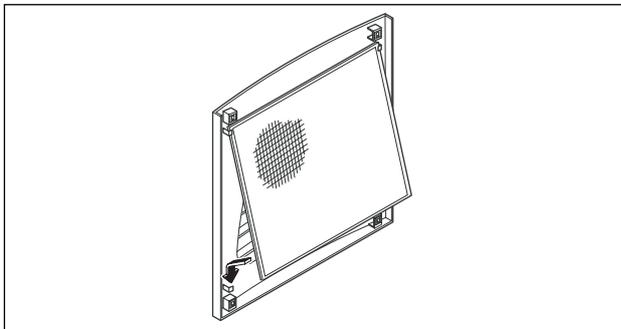

Fig. 24: Installazione del filtro
- Inserire il filtro nella griglia come mostrato nella Fig. 24. Fissare a scatto la griglia nel contenitore.